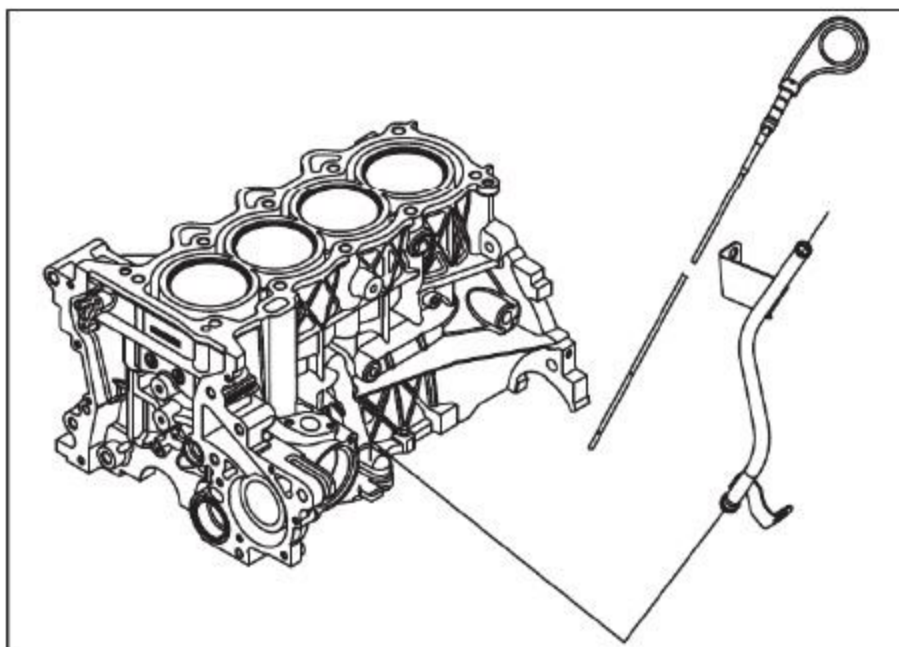

图10-3-10 安装机油尺和机油尺导管总成
(1) 将机油尺导管总成导管口处涂油并放入上缸体安装孔，如图10-3-10所示。
(2) 用1个螺栓紧固机油尺导管总成至气缸盖。